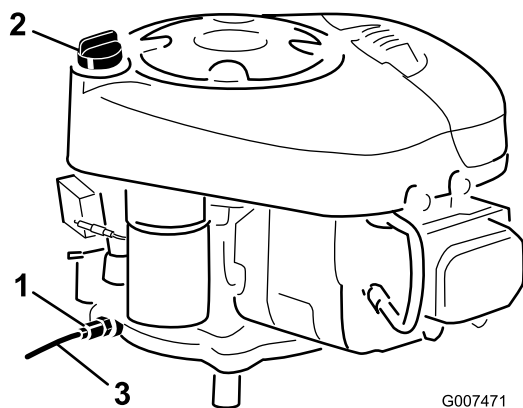

Figura 23
9. Inserite il tubo di spurgo sopra la valvola di spurgo dell'olio (Figura 23).
11. Aprite la valvola di spurgo dell'olio (Figura 23).